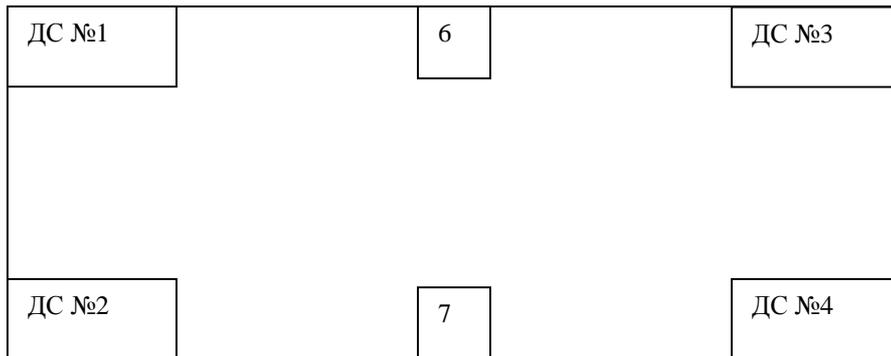
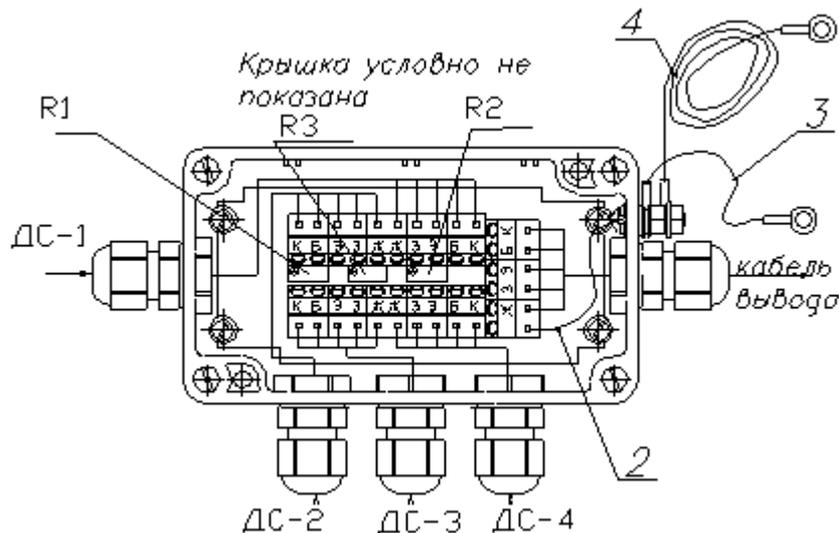

Рис.10.1
Рис.10.2
10.2 Встать на угол платформы с датчиком №1(2) (рис.10.1) и запомнить показания.
10.5 Вращением винта подстроечного резистора R2 (R1) (рис.10.2) добиться уменьшения показаний веса пропорционально разности показаний на датчиках 1(2) и 3(4), контролируя изменение показаний по индикатору. При вращении подстроечного резистора показания уменьшаются.
10.9. Повторить операции п.п. 10.2...10.8 для датчиков 2 и 4, регулируя резистором R1 (рис.10.2).
10.10 Повторить операции п.п. 10.2...10.8, но устанавливая нагрузки в точки 6 и 7 платформы (рис. 10.1) и регулируя резистором R3 (рис.10.2).